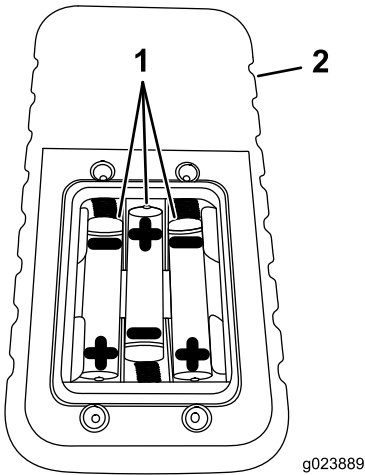

Figura 7
4. Instale 3 pilhas AAA novas no sentido mostrado em Figura 7.